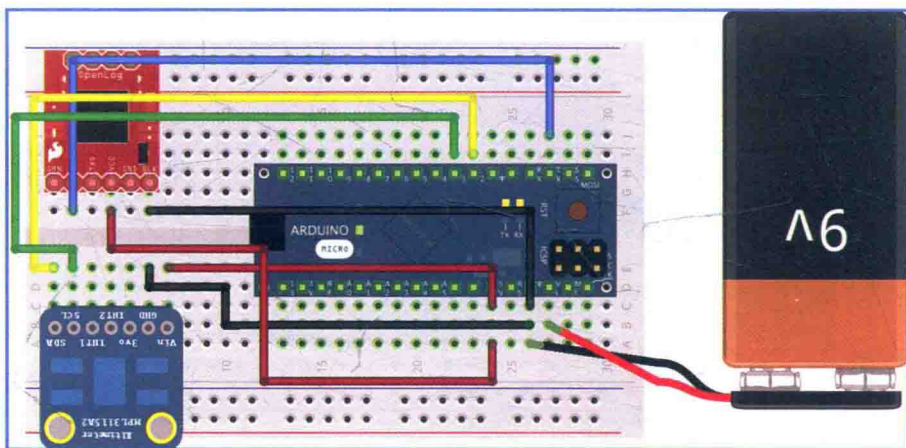

图 5.17 连接电池的电极，为项目供电
5. 添加电池。电极插入 Micro 上标记为 VI（输入电压）的引脚和地线，如图 5.17 所示。